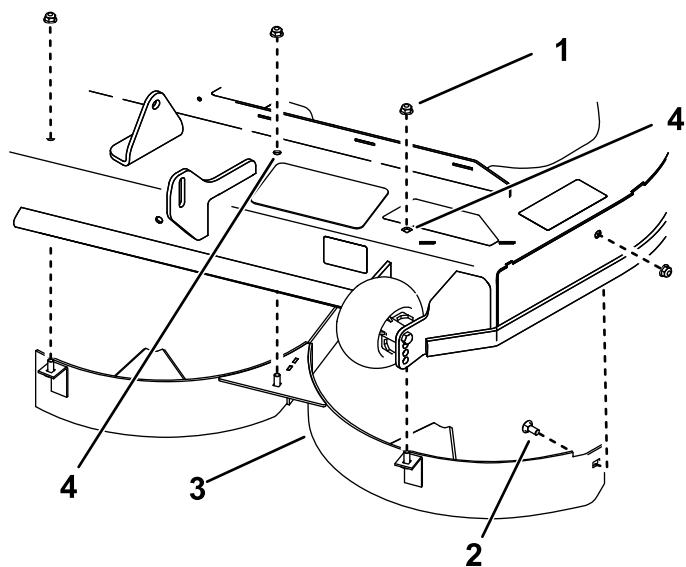

Figure 15
- Entfernen Sie für **137 cm und 152 cm Mähwerke** die vorhandenen Befestigungselemente an den Bohrungen, wie in Figure 15 dargestellt. Bringen Sie das linke Ablenkblech mit vier Muttern (5/16") und einer Schlossschraube (5/16" x 3/4") an.